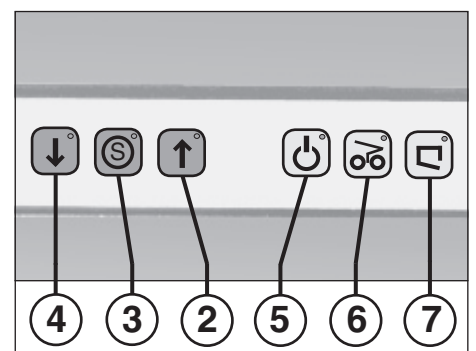

Fig. 2
1. Hoofdschakelaar (1) inschakelen (stand "1").
2. Vooruittoets (2) (Fig. 2) indrukken. Het snijwerk loopt.
2 = Vooruittoets (Fig. 2)
3 = Stoptoets "S" (Fig. 2)
4 = Achteruittoets (Fig. 2)
5 = Controlelampje (Fig. 2)